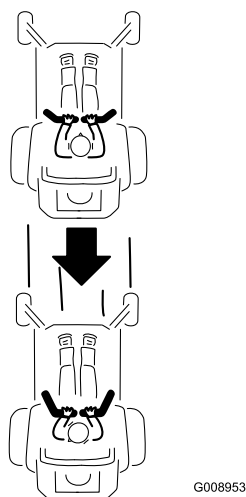

Figura 19
2. Para ir hacia atrás, mire hacia atrás y hacia abajo, y tire hacia atrás lentamente de las palancas de control de movimiento (Figura 19).
Para ir recto, aplique la misma presión a ambas palancas de control de movimiento (Figura 19).